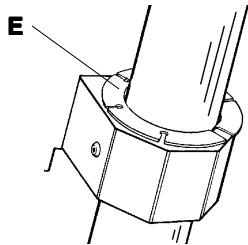

Figure 31
The **CUTTING HEAD** slides on three low friction **BUSHINGS (E)**, **Figure 31**. It is unlikely they will require replacement, but they can be removed as follows.
Der **Schneidekopf** gleitet auf drei fast abriebfreien **Buchsen (E)**, **Abbildung 31**. Diese müssen nur in sehr ungewöhnlichen Fällen ausgetauscht werden. Nachfolgend die Austauschweisungen.
La **TÊTE DE COUPE** glisse sur trois **ROULEMENTS (E)** à faible friction, **Figure 31.** Il est peut probable qu'ils aient besoin d'être remplacés mais ils peuvent être démontés comme suit.